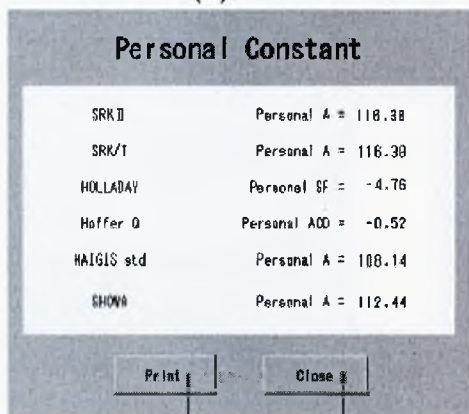

Рис. 2
- 1) Введите модель имплантированной ИОЛ. Поле ввода (1) активируется в момент прикосновения к нему. Выберите из списка (2) модель ИОЛ, которая была действительно имплантирована во время операции.
- 2) Введите силу имплантированной ИОЛ. В момент касания поля (3) появляется экранная клавиатура. Укажите силу ИОЛ, которая была действительно имплантирована во время операции.
- 3) Введите послеоперационную силу рефракции глаза. В момент касания поля (4) появляется экранная клавиатура. Введите силу рефракции глаза после операции.
- 4) При касании кнопки "Personal Constant" (5) на дисплее открывается окно Персональной Константы (Рис. 2). Для печати только константы, коснитесь кнопки "Print" (6). Чтобы закрыть окно Персональной Константы и вернуться к предыдущему окну, коснитесь кнопки "Close" (7).